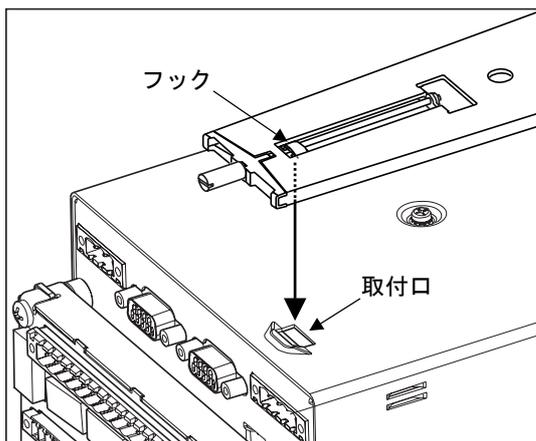

図 3-2
4. 取付金具のフックを、本機器の側面にある取付口に差し込みます。(図 3-2)